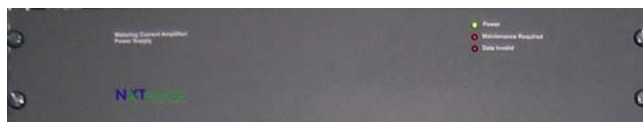

Рис.8 CAPSU
1.5.3 Усилитель тока и блок питания - CAPSU (рис.8)